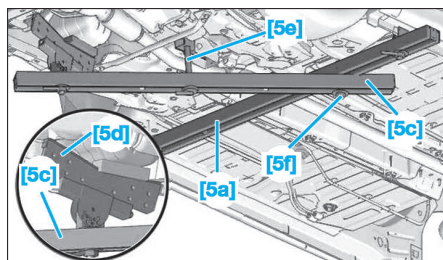

Fig. 9
- Le support [5d] de l'outil [5] sur la barre longitudinale [5c] de l'outil [5] (Fig.9).